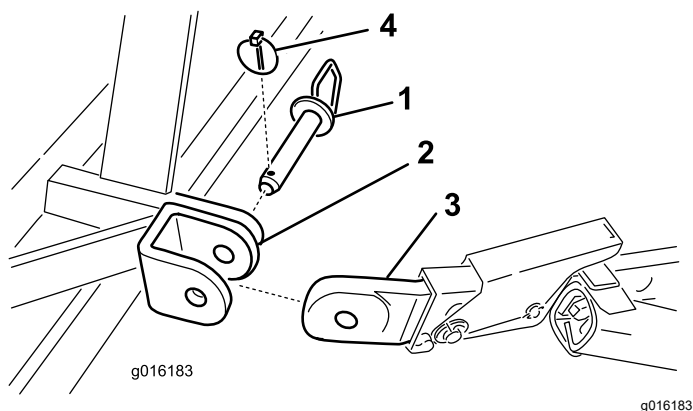

Рисунок 4
5. Закрепите рычаги нижней тяги на монтажных кронштейнах азэратора с помощью пальцев сцепного устройства и шплинтов с кольцом (Рисунок 4).